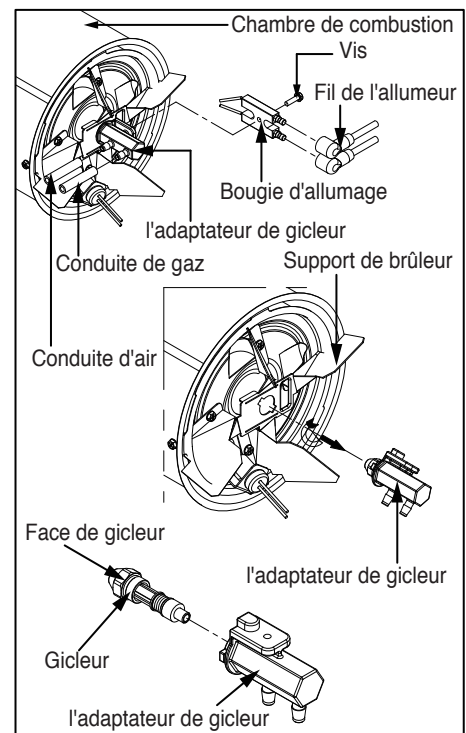

Figure 15. Remplacement de l'ajutage
- Tournez l'adaptateur de 1/8 de tour (45 °) dans le sens contraire des aiguilles d'une montre et tirez-le vers le moteur pour le retirer. (Consultez la figure 15.)